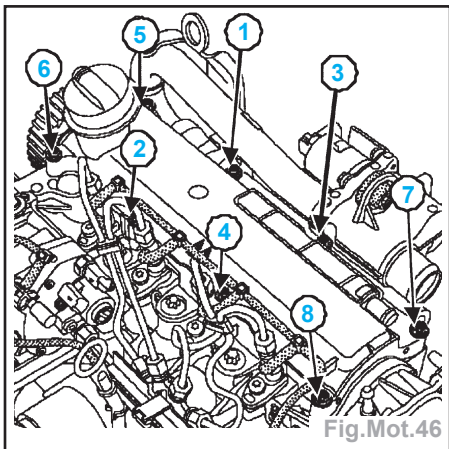

Fig.Mot.46
- Serrer dans l'ordre les vis de fixation du couvre-culasse à **1 daN.m** (Fig.Mot.46).